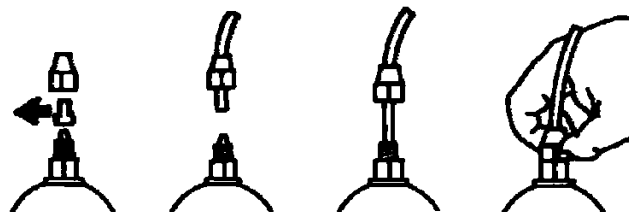

Fig. 7
- e. Extraiga las dos cápsulas rojas de protección de los racores, introduzca hasta el fondo los tubos en los respectivos empalmes cónicos, y bloquéelos con las bridas de fijación (Fig. 7).